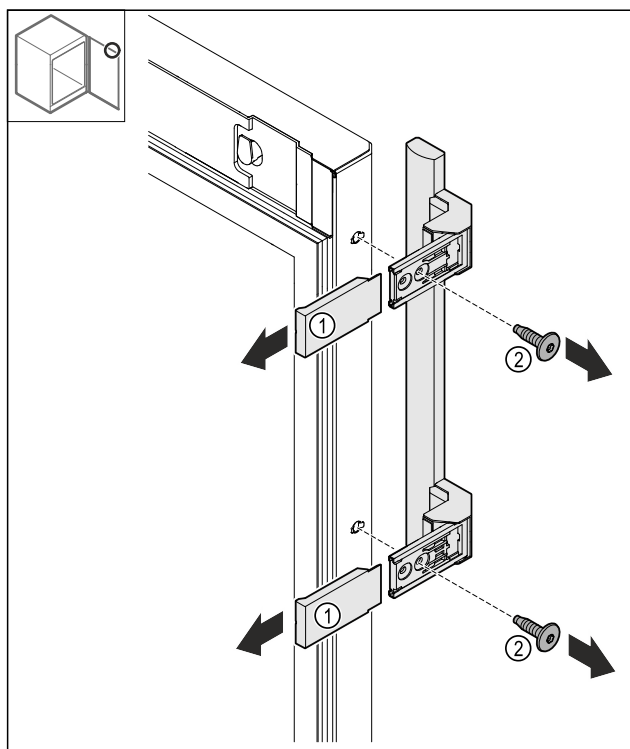

Fig. 24
- Zdjąć osłony Fig. 24 (1).
- Odkręcić śruby Fig. 24 (2).